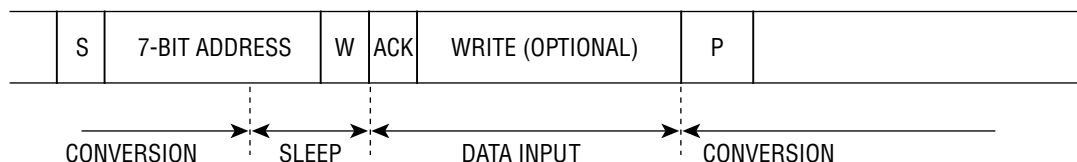

図8. 前の変換結果を読み出すことなく新しい変換を開始
変換サイクルの終了時に、書き込みサイクルを開始することができます。書き込みサイクルがアクノリッジされると、ストップ (P) 命令により新しい変換が開始されます。新しい構成設定が必要であれば、そのデータをデバイスに書き込むことができ、ストップ命令により新しい変換が開始されます (図8を参照)。